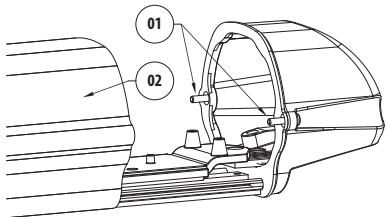
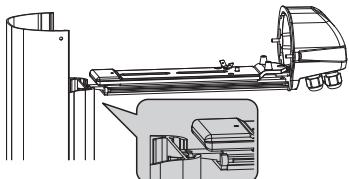

Рис. 01
Рис. 02
Для открытия кожуха (Рис. 01) открутить 2 винта (01), расположенных посредине задней стенки, снять корпус (02), подвесить его (Рис. 02) на специальную опору и оставить в рабочем положении внутренний и внешний полозы. Только перед тем как закрыть кожух, положить внутрь пакетик с силикагелем, вынув его из защитного нейлонового пакета.
Закрепить печатную плату винтами из комплекта поставки на штифтах полоза, вблизи задней стенки (Рис. 01, 03). Выполните подключения контура к источнику питания 24 В пер. т. Данный контур имеет возможность контролировать РТС благодаря установленному термостату.